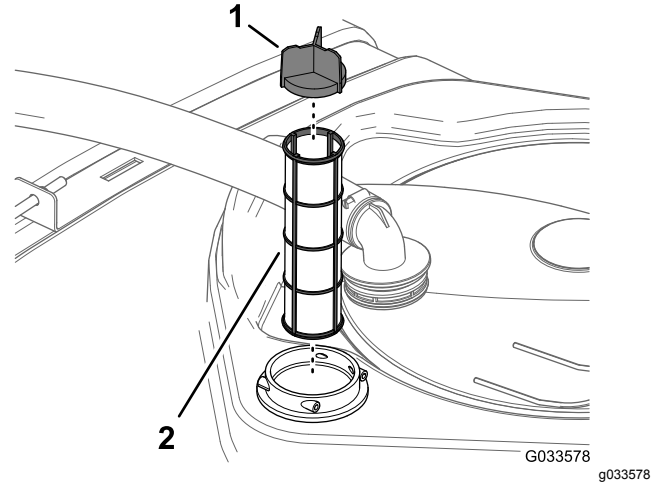

Figura 102
4. Retire el filtro de aspiración usado del alojamiento del filtro del depósito (Figura 102).